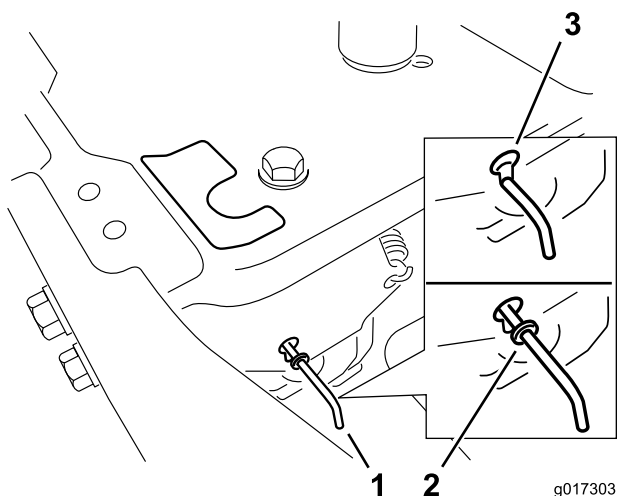

Figure 17
4. Déplacez les leviers de dérivation en avant à travers le trou de clavette et vers le bas pour les verrouiller en position (Figure 17).
Déplacez les leviers de dérivation en arrière à travers le trou de clavette et vers le bas pour les verrouiller en position, comme montré à la Figure 17.